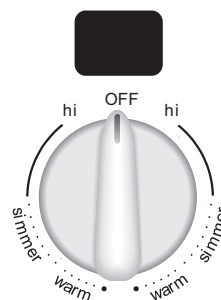
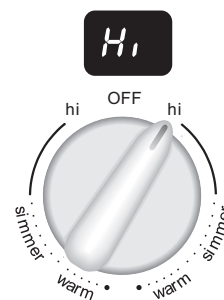
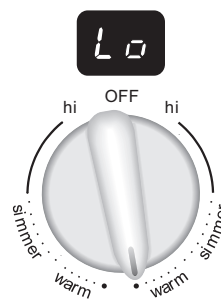

Figura 2
Figura 3
Figura 4
El control ESEC provee varios niveles de calor de Alto (HI) (Figura 3) a Bajo (Lo) (Figura 4) y OFF (Figura 2).